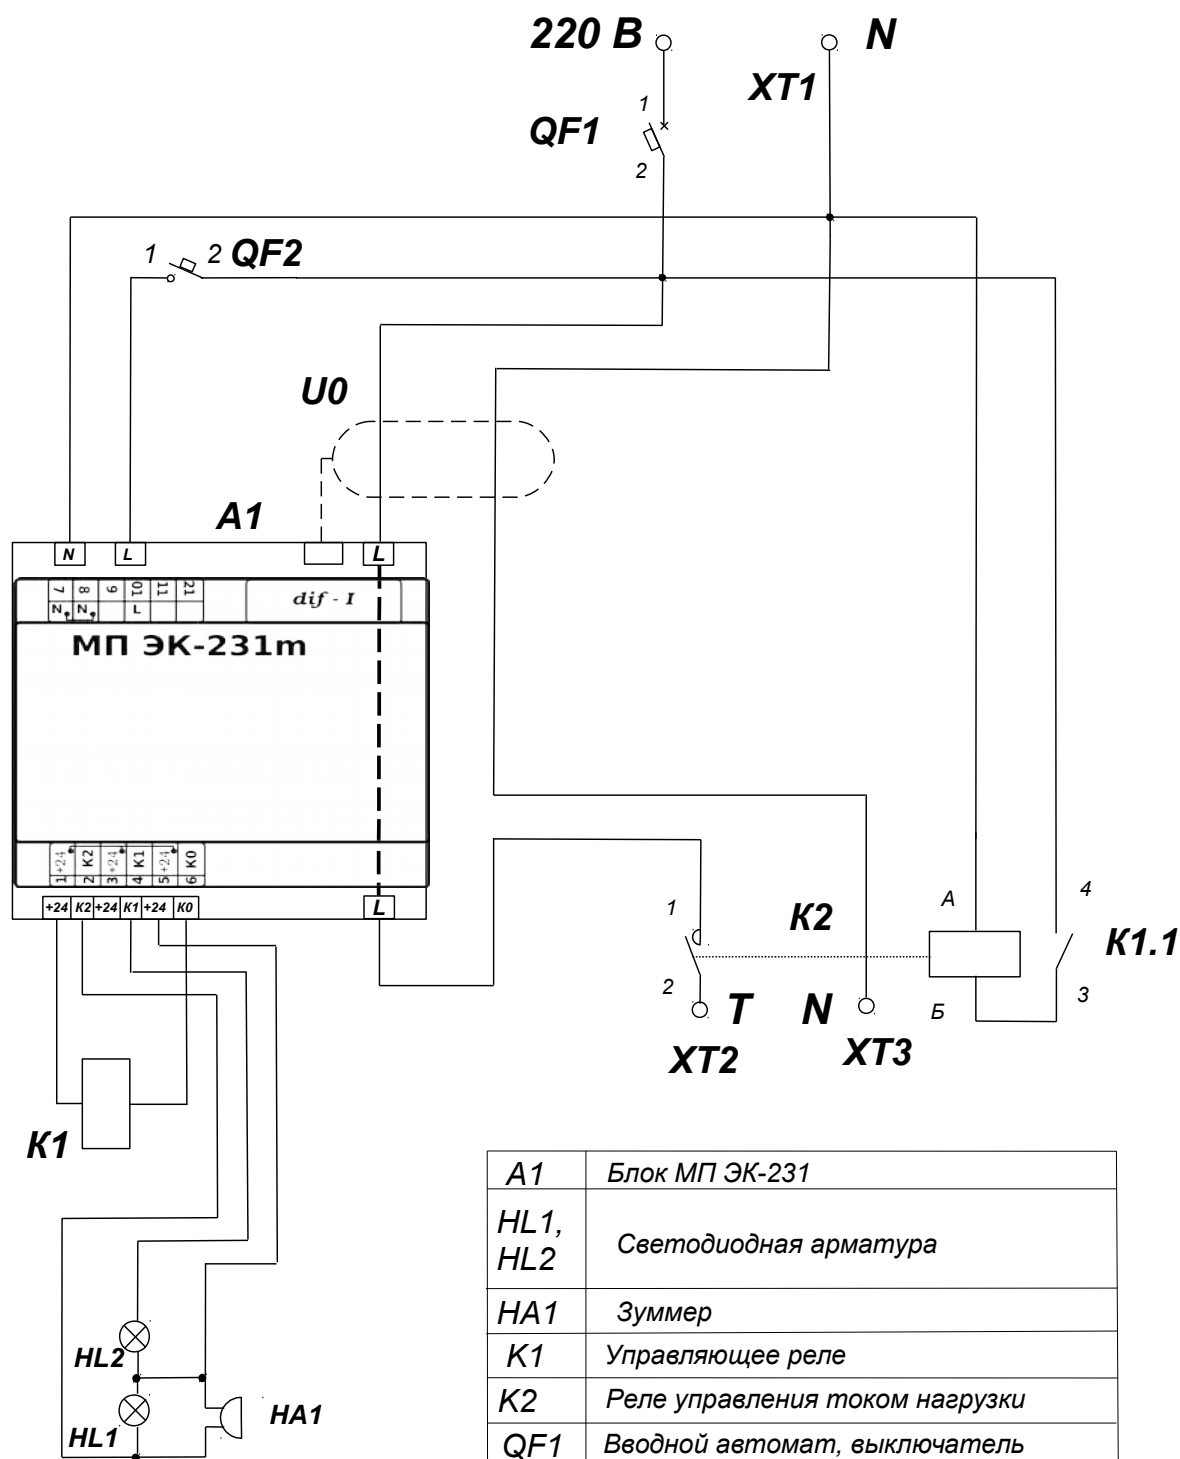

Рисунок 1 Рекомендуемая электрическая схема устройства защиты сети с электронным блоком МП ЭК-231m.
7.1.1 Прямое включение МП ЭК-231m предназначено для номинальных токов потребителей не более 63 А и выделенной мощности не более 12,4 кВт (рисунок 1). Для токов менее 32 А, необходимо пропускать сквозь токовый ввод L силовой проводник несколько раз, из расчёта обеспечить измерение тока, по возможности во второй половине диапазона датчика тока электронного блока МП ЭК-231m. Примерное количество витков может быть рассчитано по формуле с округлением в большую сторону: